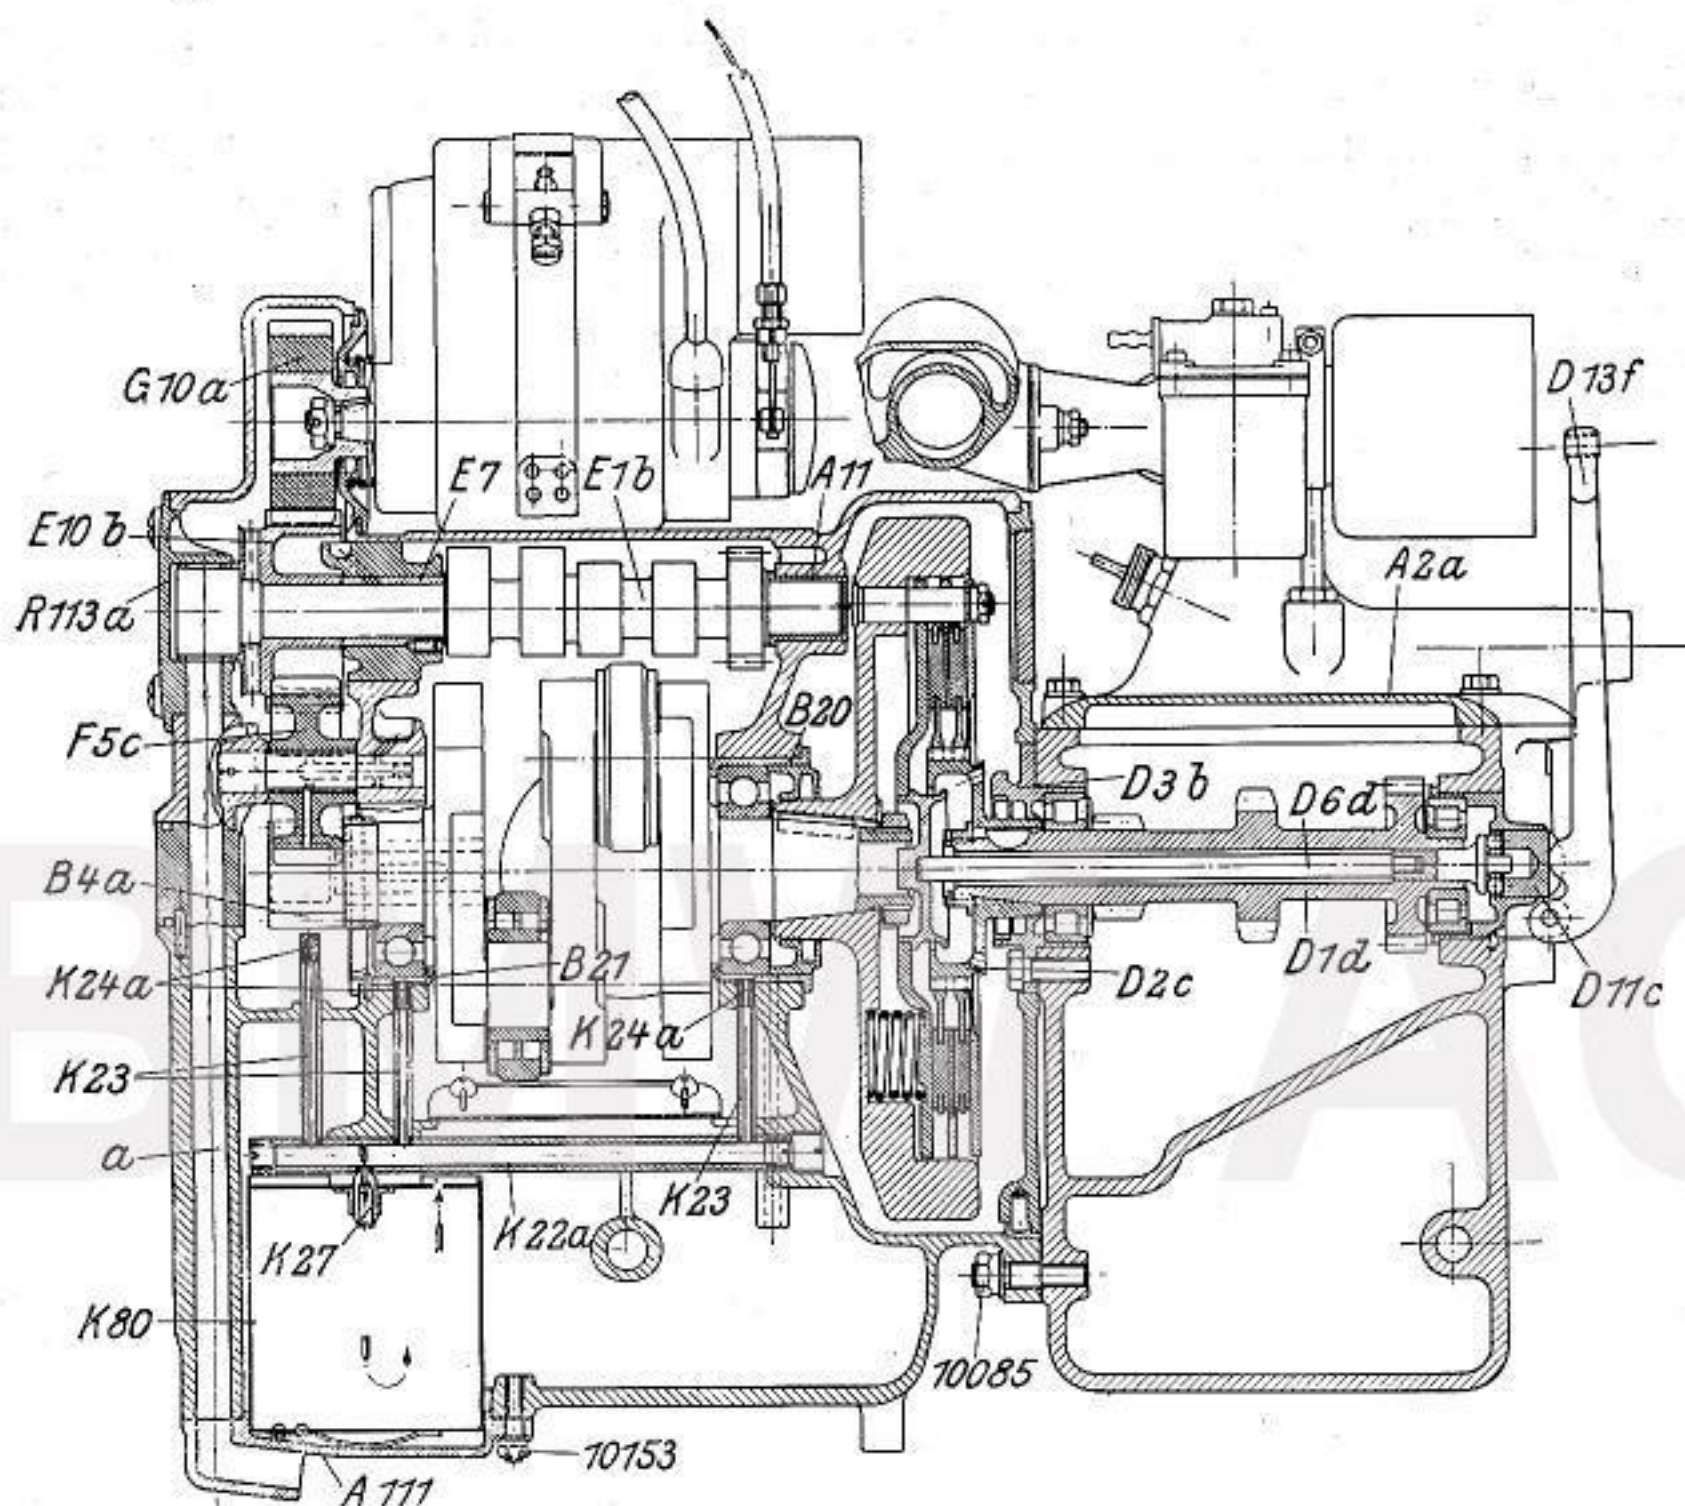

Abb. 12 Längsschnitt durch Motor und Getriebe
Vor Abnahme des Motorgehäuse-Oberteiles muß das Getriebe durch Lösen der drei Befestigungsmuttern **10085** unten in der Mitte und oben zu jeder Seite und Herausziehen der zwei Kopfschrauben **10998 A** entfernt werden (Abb. 12 und 16).
6. Entlüftung: Die Entlüftung erfolgt durch den mit dem Stirnrad **E 10 b** der Steuerwelle **E 1 b** aus einem Stück bestehenden Drehschieber (Abb. 12). Beim einwärtsgehen der Kolben gelangt die im Motorgehäuse verdichtete Luft durch diesen und den Deckel **R 113a** in die eingegossene Leitung **a** des Gehäuses und Deckels **A 111** ins Freie. Auf diese Art wird im Motorgehäuse immer ein geringer Unterdruck erzeugt, der ein Ausreten von Öl an den Trennfugen des Gehäuses wirksam verhindert.
der Steuerwelle **E 1 b** angetrieben wird. Das Öl wird durch eine Bohrung im Deckel **K 3** in das Steigrohr **K 21** gedrückt und gelangt in das Ölverteilungsrohr **K 22a** (Abb. 12) und von hier durch die senkrechten Ölrohre **K 23** und die kalibrierten Öldüsen **K 24a**, zu den Lagerbüchsen **B 20** und **B 21** zur Schmierung der Kurbelwellenrollenlager. Ein Teil des Öles gelangt in die Veilerrinnen der Lagerbüchsen, von wo es dann durch die hohlgebohrten Hubzapfen der Kurbelwelle den Pleuellagern zugeführt wird. Die Schmierung der Kolben und Kolbenbolzen erfolgt durch das von der Kurbelwelle gegen die Zylinderwandungen geschleuderte Öl. Das vordere senkrechte Ölrohr **K 23** sorgt für die Schmierung des Antriebsrades **B 4a** auf der Kurbelwelle, wodurch wieder das Zwischenrad **F 5c**, Stirnrad **E 10 b** und somit die Lagerbüchsen **E 7** und **A 11**
Der Betätigungshebel für die Kupplung befindet sich am Ende des linken Lenkergriffes (Abb. 35) und wirkt durch einen Bowdenzug auf den am Getriebeende befindlichen Kupplungshebel **D 13 f** (Abb. 12 und 16). Das Ausrücken der Kupplung und somit Unterbrechung der Kraftübertragung auf das Getriebe erfolgt durch Anziehen des Betätigungshebels
Während der Einfahrzeit wird häufiger Ölwechsel für den Motor dringend empfohlen. Alle 500 km ist das Öl aus dem Motorgehäuse vollständig abzulassen, der Ölfilter **K 80** (Abb. 12) durch Lösen der sechs Muttern **10153** und Entfernen des Deckels **A 111** herauszunehmen, das Gehäuse mit Petroleum durchzuspülen und durch Nachspülen mit etwas Öl das Petroleum wieder zu entfernen. Ölfilter keinesfalls mit Benzin oder Petroleum reinigen! Nach dem Einbau des Ölfilters neues Öl nur durch ein Sieb auffüllen! Den Ölstand im Motor alle 400 km kontrollieren und bis zur oberen Ringmarke des Tauchstabes nachfüllen. Nach der Einfahrzeit ist das Öl alle 3000 km abzulassen und zu erneuern. (S. Abb. Tafel 1 und 2.) Der Ölfilter wird nach 12000—15000 km wirkungslos und ist dann zu erneuern.